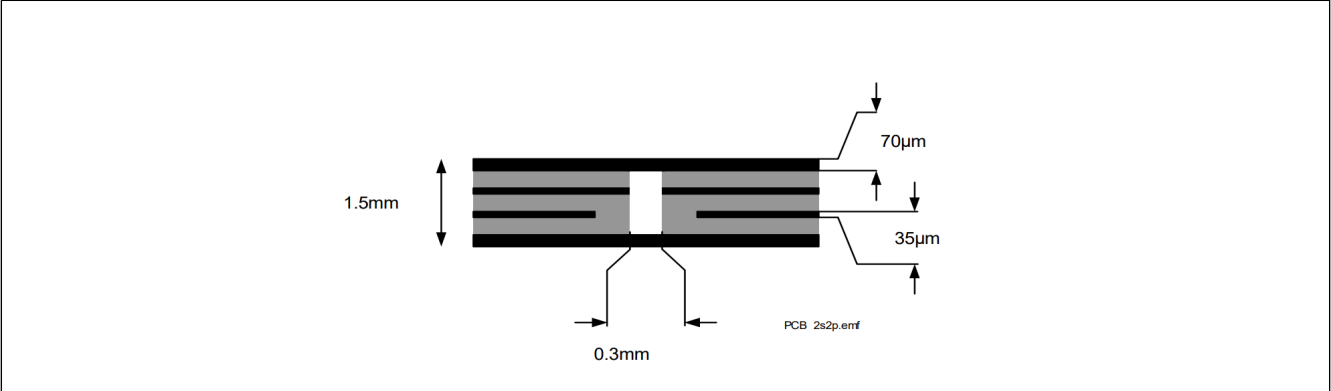

图4 2s2p PCB 截面
2) 指定的 R_{thJA} 值是根据JEDEC JEDEC JESD51-2,-5,-7 在 FR4 2s2p 板上的自然对流, 在 $T_A = 105^{\circ}\text{C}$ 两个通道均等耗散 1W 功耗; 产品 (芯片 + 封装) 在具有 2 个内部铜层 (2 x 70 μm Cu、2 x 35 μm Cu) 的 76.4 x 114.3 x 1.5mm 板上进行模拟。在适用的情况下, 裸露的散热焊盘下方的导流过孔阵列与第一内铜层接触。请参考图 4。